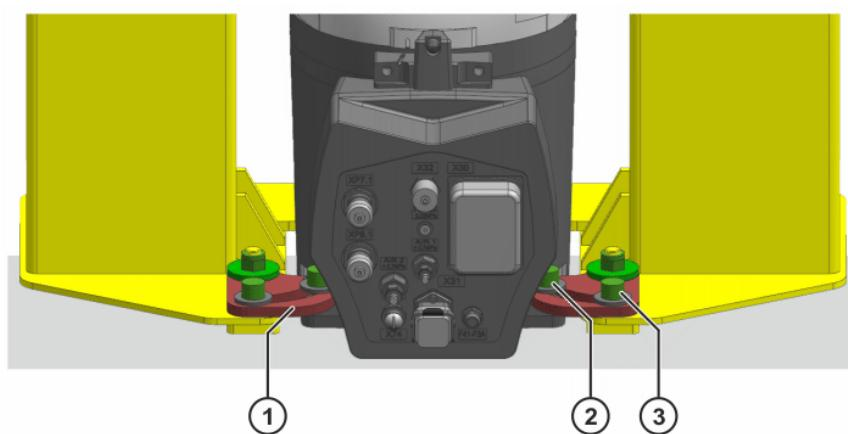

Abb. 7-9: Schwenkhalter positionieren und befestigen
6. Schwenkhalter auf Grundgestell positionieren (>>> Abb. 7-9).